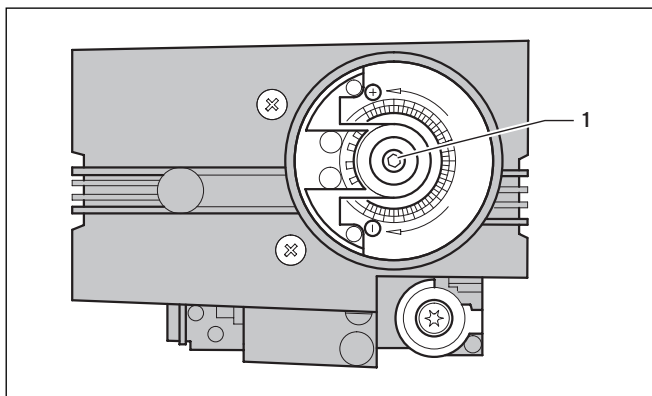

Рис. 6.3 Винт расхода газа
Настройка газа для номинальной тепловой мощности выполняется посредством винта расхода газа (1, рис. 6.3) при помощи торцевого шестигранного ключа на 3 мм газовой арматуры.
- Исправьте при необходимости содержание CO2 на винте расхода газа (1, рис. 6.3) при помощи торцевого шестигранного ключа 3 мм, согласно табл. 6.2.